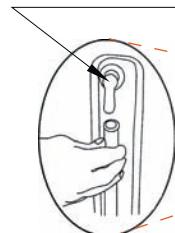

рисунок 5
- 1** Подсоедините угловой патрубок переливной линии и убедитесь, что он повернут вниз (см. рисунок 5).